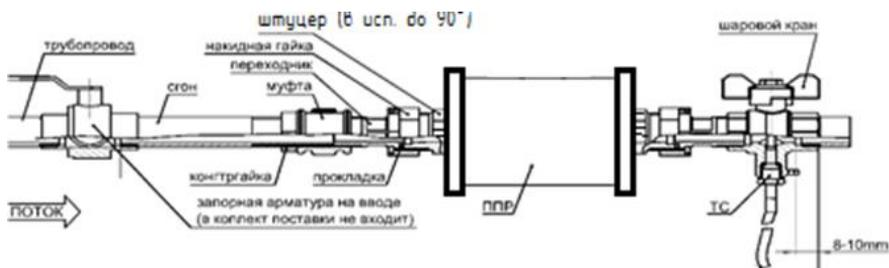

Рис.8.1
4.4.1 в выбранном месте установки первичного преобразователя необходимо вырезать участок трубопровода с учётом габаритной длины ППРН/Р, переходников, шарового крана и сгона (см. рис. 8.1).
установить ТС в шаровый кран (см. рис. 8.1).